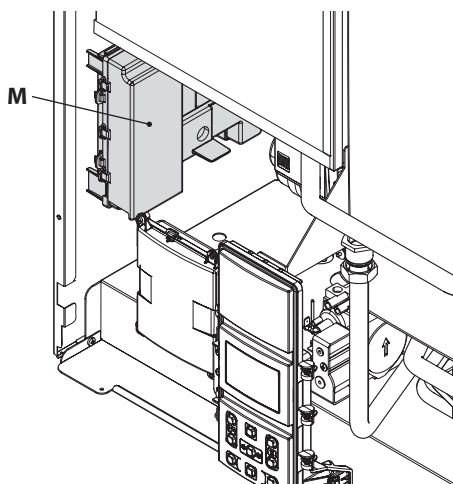

Figura 5.18
- Individuare il coperchio copri morsetteria **M** (Figura 5.18) ed aprirlo.